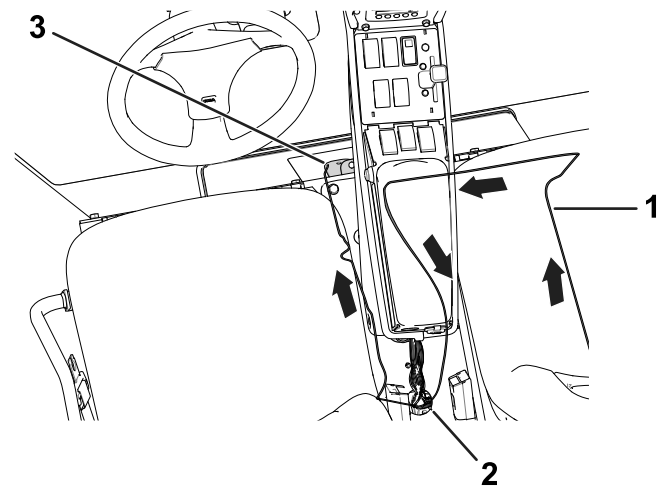
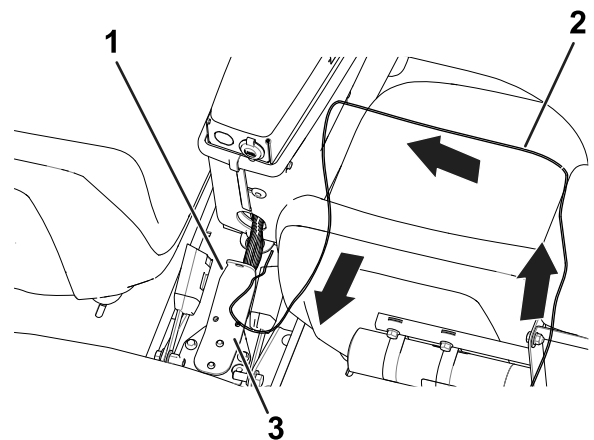

図 8
図 9
コンソールの開口を通して、チューブを既存のハーネスに沿って配設する図 9。
コンソールを通して、チューブを既存のハーネスに沿って配設し座席ベースの前まで導く図 8。
4. ケーブルタイを使って、チューブを既存のハーネスに固定する図 9または図 8。